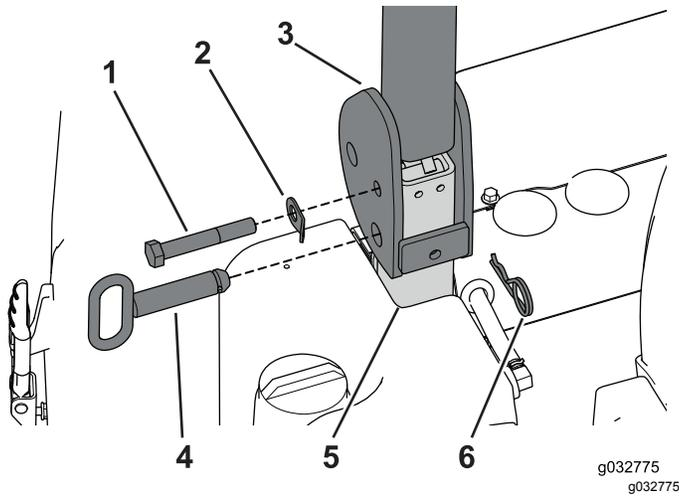

Figura 46
2. Rimuovete le coppiglie e i perni di bloccaggio orientabili dal roll bar e mettete da parte le coppiglie (Figura 46).